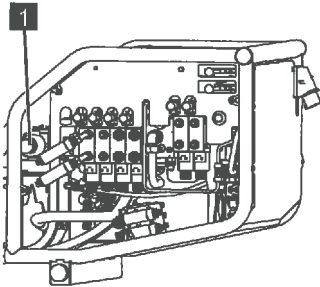

Abb. 160
7. Nach dem Notbetrieb das Ventil (Abb.160/1) gegen den Uhrzeigersinn entriegeln und die Abdeckhaube wieder anschrauben.